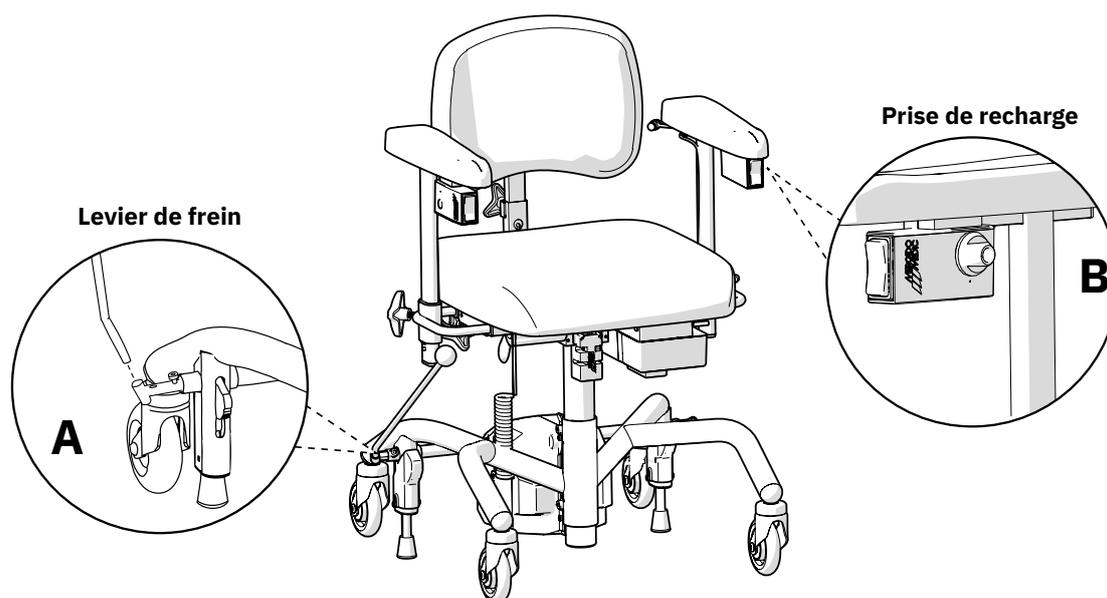

Figure 2.1. Siège de travail équipé du Propeller.
Avant la première utilisation, la batterie doit être rechargée pendant 12 heures. Pour ce faire, il faut brancher le chargeur de batterie à la prise de recharge (B) du produit puis à une prise murale, voir figure 2.1. La prise de recharge est située sur le boîtier de commande du Propeller, lequel est monté sous la plaque d'accoudoir droite ou gauche.
- Le siège de travail doit toujours être activé lorsque vous vous asseyez et vous levez. Reportez-vous à la figure 2.1, levier de frein (A).